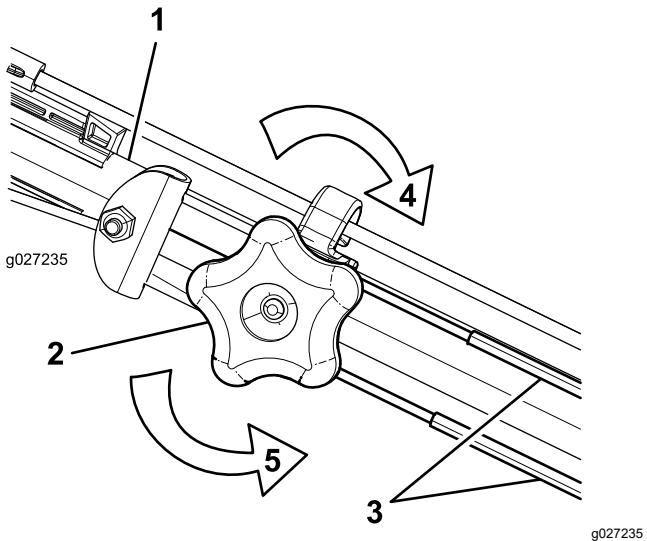

Рисунок 31
- Поверните ручку регулировки против часовой стрелки, чтобы ослабить затяжку троса (Рисунок 31).
- Отрегулируйте натяжение тросов (Рисунок 31), потянув их назад или вперед, затем удерживайте в этом положении.